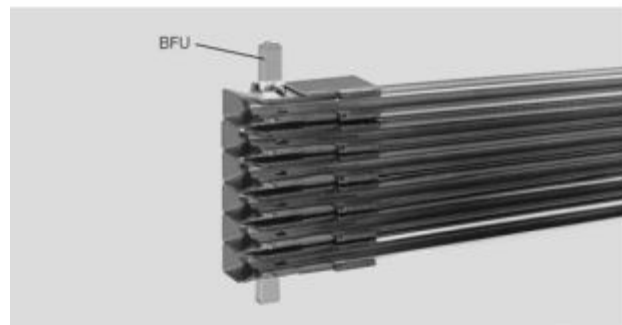

Рис. 13: переходник, компактное расположение, 6-полярный
- 2) Сдвинуть переходники на фиксирующем профиле BFU (рис. 13).